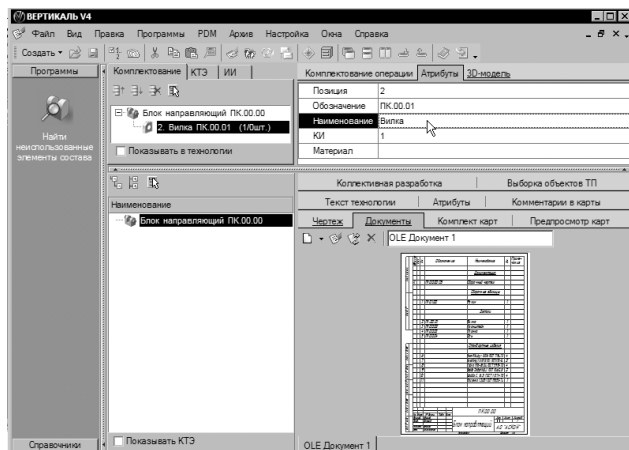

Рисунок 103
- Установите курсор на вновь появившийся элемент и перейдите на вкладку **Атрибуты** в окне справа. Заполните ячейки вкладки так, как показано на рис. 103.